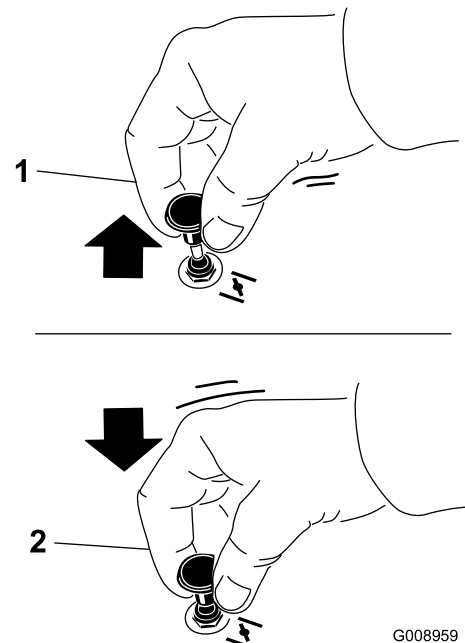

Figura 12
1. Tire hacia arriba del mando para activar el estárter antes de girar la llave del contacto (Figura 12).
2. Presione hacia abajo el control del estárter para desactivar el estárter después de que el motor arranque (Figura 12).